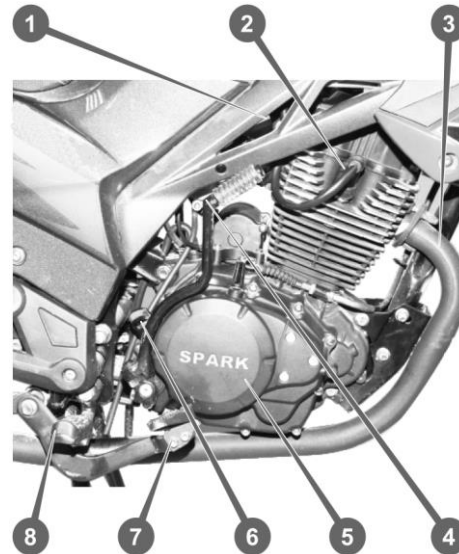

Рисунок 3.5. Двигун, вид справа
- Паливний кран (див. рис. 3.5.) відкритий.